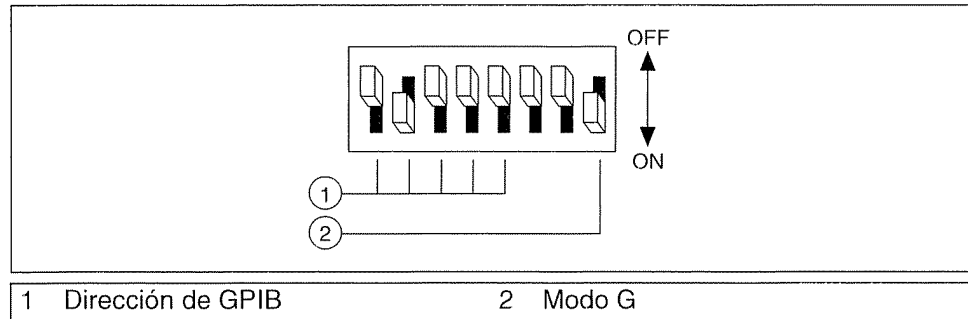

Figura 9-15. Ajustes de configuración GPIB para el simulador de instrumentos A de NI
- Configure el conjunto izquierdo de interruptores del lado del cuadro para que coincidan con los de la figura 9-15.